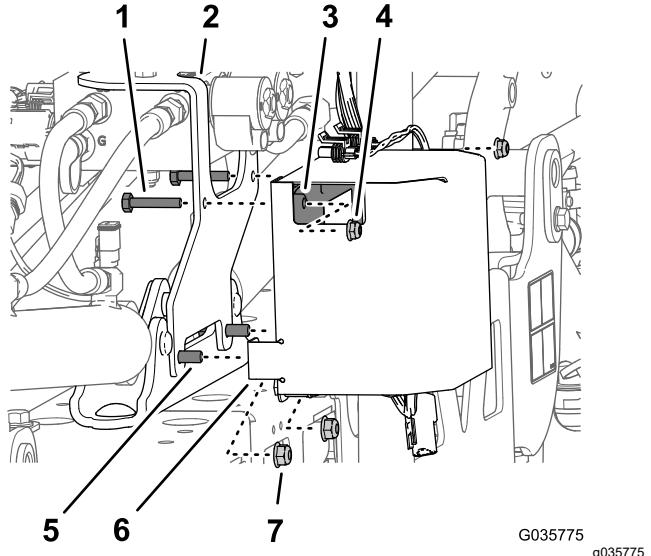

図 30
3. ウルトラソニックブーム仕上げキットの取り付けブラケットをシリンダマウントに固定しているフランジロックナット $5/16$ "2個を外す図 30。
4. コントローラのカバー図 30を組み付けるカバーの下前の穴にフランジヘッドボルト $5/16 \times 1"$ を通し、3で外したフランジロックナット $5/16$ "2個を使用して、カバー、ブラケット、マウントを仮止めする。
5. 取り付けブラケットウルトラソニックブーム仕上げキットの上穴、後ろフランジ、コントローラにボルト $\frac{1}{4} \times 1\frac{1}{8}"$ を通して図 30フランジロックナット $\frac{1}{4}"$ 2個で固定する。